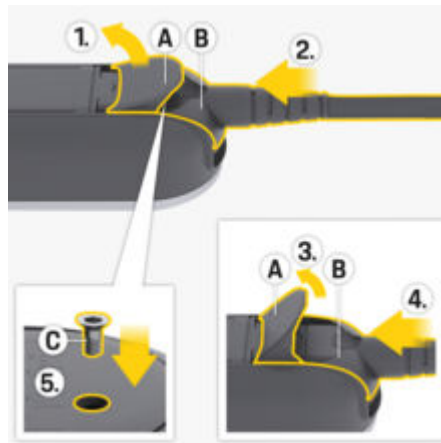

図. 196 電源供給ケーブルとプラグの接続
1. カバー A (図. 196) を約 15 度を開きます (プラグ B (図. 196) がコントロールユニットに取り付けられるまで)。
2. 抵抗を感じる所までプラグ B (図. 196) をコントロールユニットに挿入します。
3. カバー A (図. 196) を完全に開きます。
4. プラグ B (図. 196) を完全に押し込みます。
5. カバー A (図. 196) を完全に閉じ、スクリュー C (図. 196) で固定します。